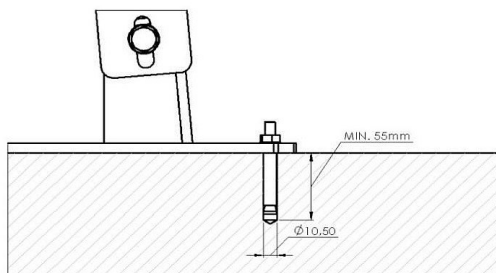

Abb. 10: Auswahl der Bolzen
- Als Betreiber (3, Abb.10), stellen Sie sich während der Bearbeitung vor die Sägeeinheit links oder vor das Bedienfeld. An dieser Stelle sind die Bedientasten und andere Bedienelemente gut sichtbar und leicht zugänglich. Der gesamte Umfang des Sägeblatts befindet sich vor Ihnen.
- Ordnen Sie den Arbeitsbereich (1, Abb.10) so an, dass immer genügend Freiraum (2, Abb.10) für die Nutzung der Maschine vorhanden ist und sich das Bedienpersonal / die Assistenten gefahrlos bewegen kann.
- Die Hilfspersonen (4, Abb.10) müssen das Arbeitsfeld der Maschine verlassen, nachdem sie das Schneidgut abgelegt oder erhalten haben und sich außerhalb der Arbeitszone aufhalten.
- Verwenden Sie zum Transport von großen und schweren Werkstücken einen fahrbaren Transportwagen sowie eine Ablage für die Werkstücke (5, Abb.10).